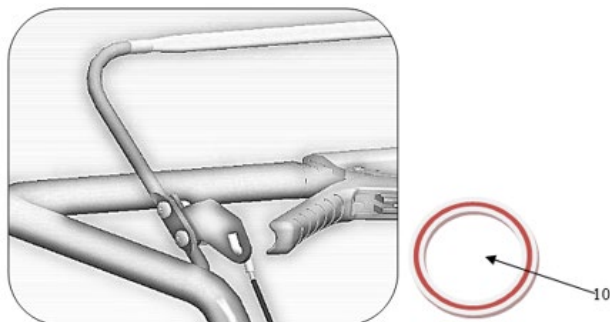

Fig. 4
- Pase el cabezal en forma de Z del cable de tracción a través de la guía del cable del sinfín (fig. 4).